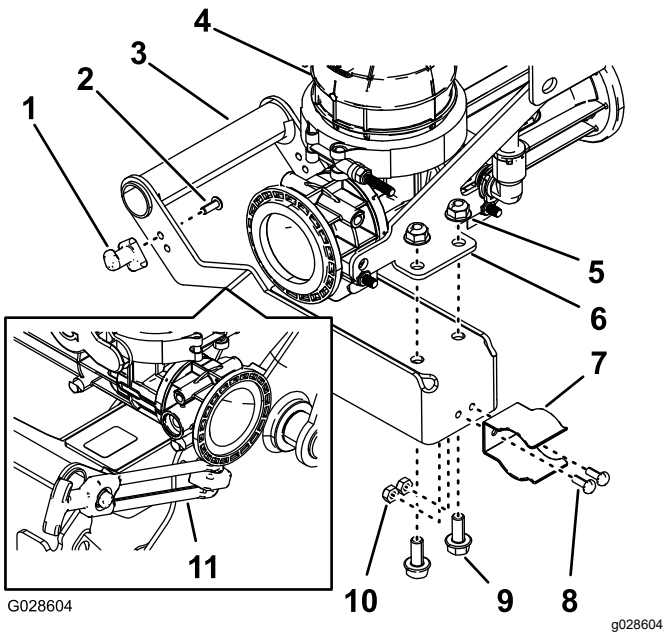

Figure 22
1. Montez l'ergot de verrouillage de la poignée du mélangeur (Figure 22) au moyen de 2 vis à tête creuse (n° 10-24 x 1/2").
2. Fixez le clip élastique sur la poignée de verrouillage (Figure 22) au moyen de 2 boulons (n° 10-24 x 1/2") et 2 contre-écrous (n° 10-24).
3. Fixez la poignée à la plaque de montage du mélangeur (Figure 22) au moyen de 2 boulons à embase (5/16" x 3/4") et contre-écrous à embase (5/16").